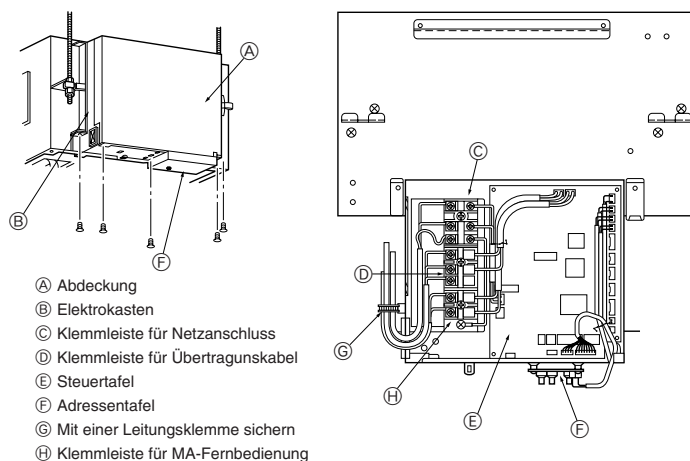

Fig. 4-1
4.1. Elektrische Verdrahtung (Fig. 4-1)